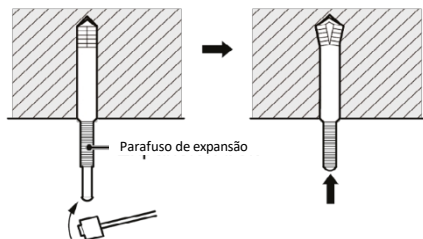

Fig. 4
- (2) Insira o parafuso de expansão M10 no orifício e, em seguida, encaixe o prego no parafuso, conforme ilustrado na Fig. 4.